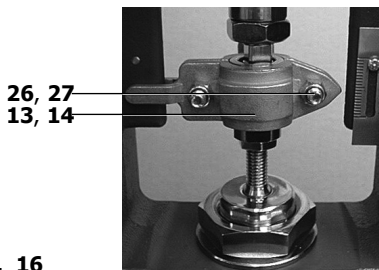

Рис. 16
- Подайте на привод достаточное давление сжатого воздуха для полного открытия клапана (см. рис. 16).